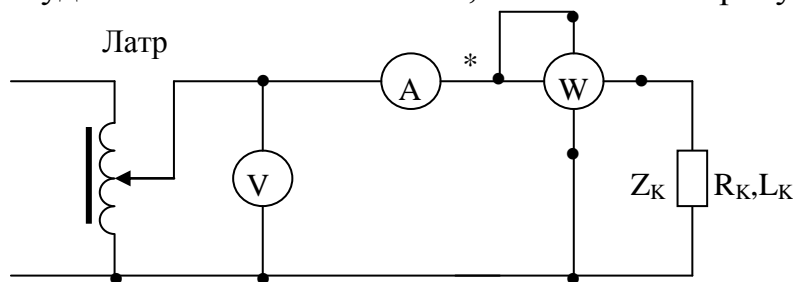

рис. 2.1:
1. Посмотрите на показанную схему (рис. 2.1) и выберите подходящий измерительный инструмент и устройство.
4. Чтобы обеспечить правильность подключения в схеме, учитель строит схему (рис. 2.1) и производит необходимые измерения.